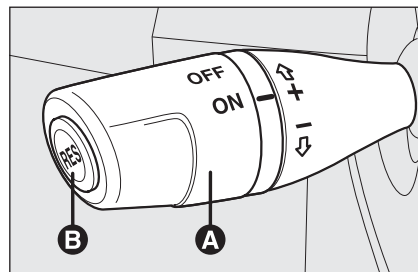

fig. 47
Tourner la bague **A-fig. 47** en position **ON**.
- tourner la bague **A-fig. 47** sur **ON** et appuyer sur la pédale de l'accélérateur jusqu'à atteindre la vitesse souhaitée;
- appuyer sur le bouton **RES B-fig. 47**.
- en appuyant sur la pédale de l'accélérateur; dans ce cas, le système n'est pas effectivement désactivé mais la demande d'accélération a la préférence sur le système; le cruise control reste quand même actif, sans avoir besoin d'appuyer sur le bouton **RES B-fig. 47** pour revenir aux conditions précédentes une fois l'accélération terminée.